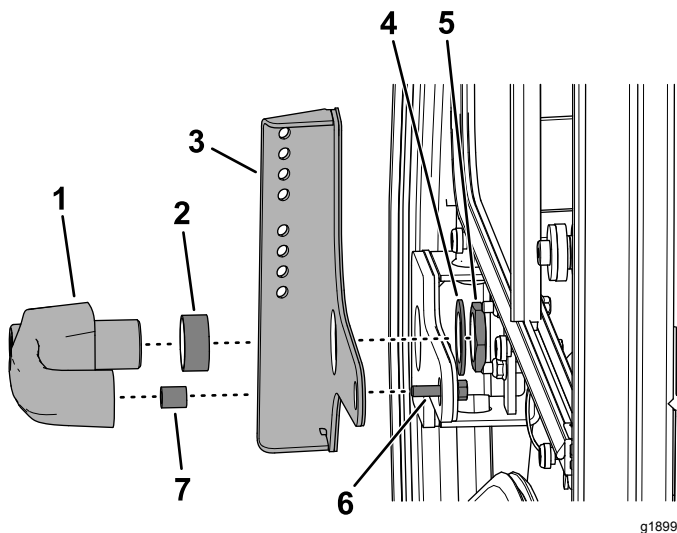

Bild 4
5. Befestigen Sie den Türgriff mit der angeklebten Spiegelbefestigung und der vorher entfernten Befestigungsmutter, Scheibe und der Bundkopfschraube (6 mm x 25 mm) und den zwei Distanzstücken (Bild 4).